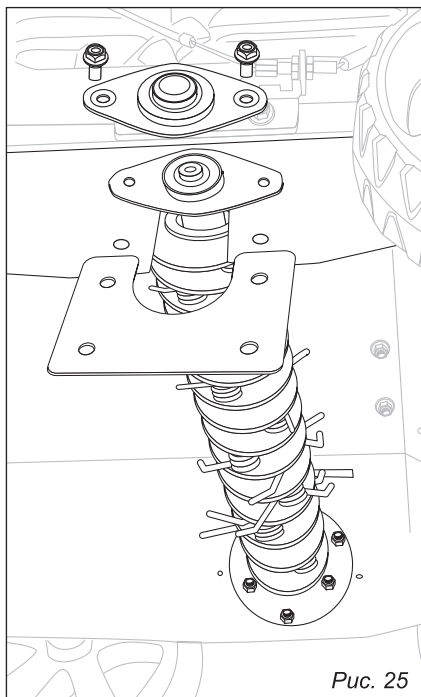

Рис. 25
2. Открутите болты крепления правой опоры вала (рис. 25).
5. Установите вал в рабочее положение и закрепите правую опору на деке с помощью болтов (рис. 25).